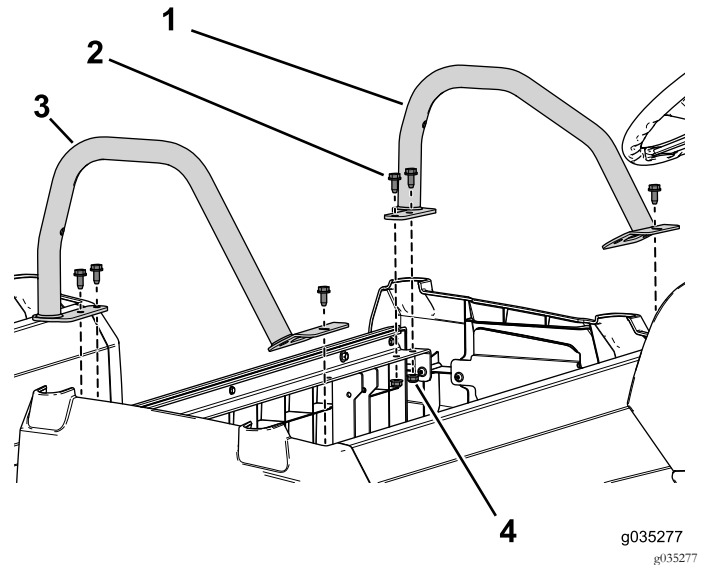

图51
3. 使用6个凸缘螺栓3/16 x 3/4 英寸和凸缘螺母将左、右臀部固定管固定到前座椅底座图51。